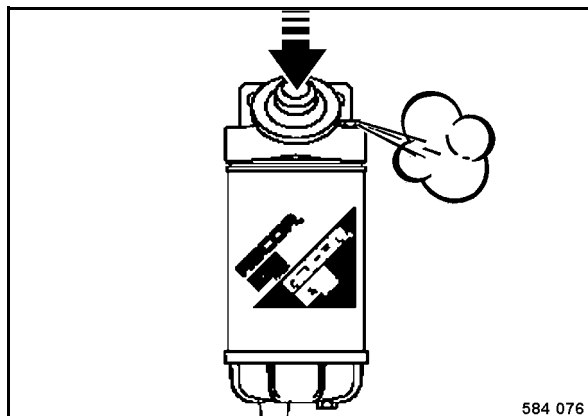

Fig. 160
- Soltar el tornillo de purga de aire (Fig. 160) en el filtro previo de combustible por 2 a 3 pasos de la rosca.